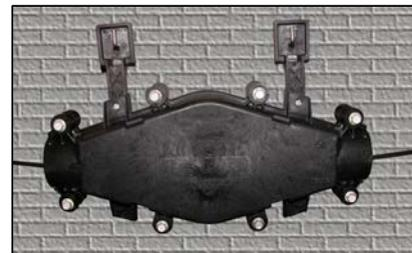

Figura 3
Passo 3 - Através dos orifícios do suporte tipo cabide, instale a Coyote LCC nos parafusos tipo gancho, conforme figura 3.